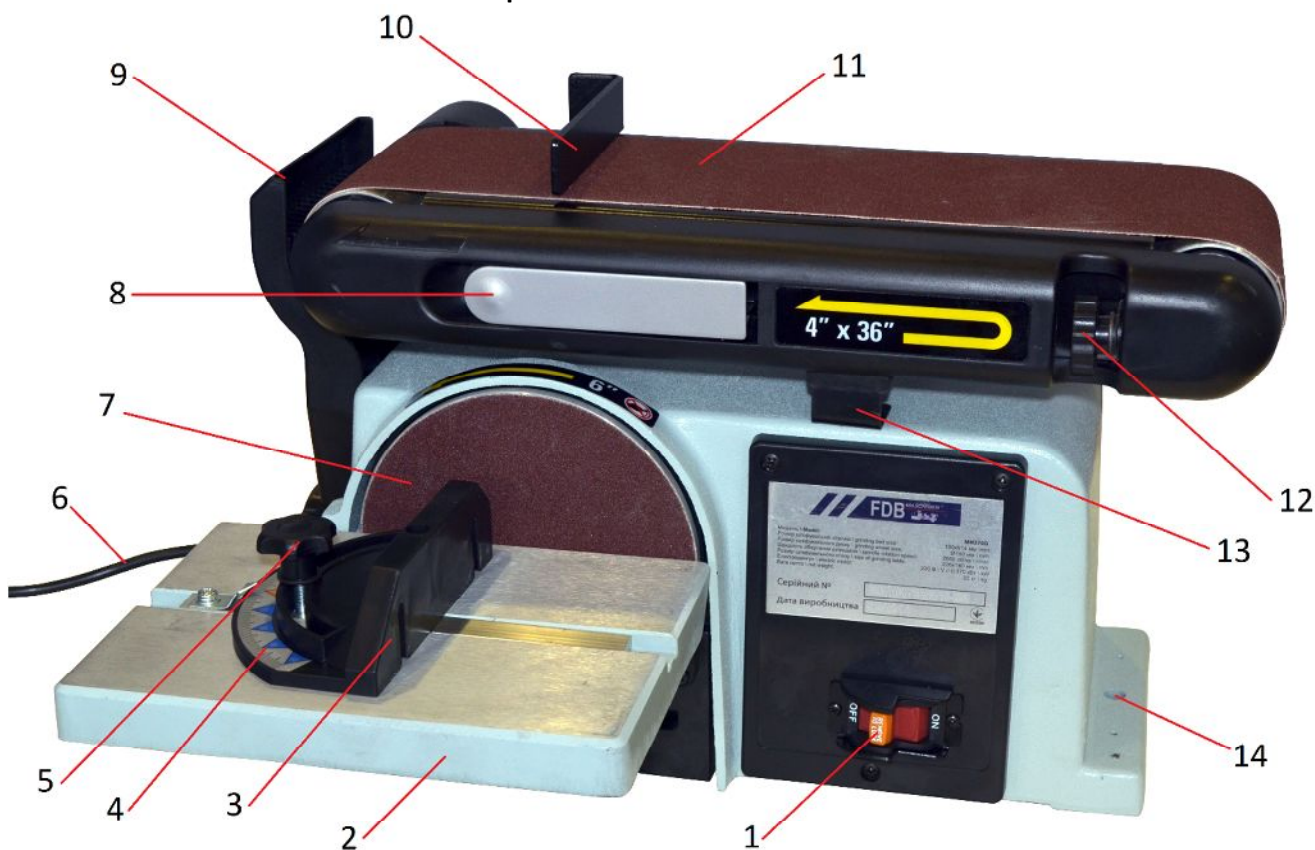

Рис. 1.1 Принципиальное устройство станка:
Станок поставляется в упаковке частично разобранным - со снятыми упором (поз. 10 рис. 1.1), столом (поз. 2 рис. 1.1) шлифовального круга, угловым упором (поз. 3 рис. 1.1) стола шлифовального круга.
- стол (поз. 2 рис. 1.1) шлифовального круга;
- установите на стол шлифовального круга и закрепите на нём угловой упор (поз. 3 рис. 1.1).
Перед подсоединением станка к электрической сети переведите переключатель (поз. 1 рис. 1.1) в выключенное положение «OFF».
Включение станка выполнением перевода переключателя (поз. 1 рис. 1.1) во включённое положение «ON».
4. Переведите переключатель (поз. 1 рис. 1.1) в выключенное положение «OFF».
7. Переведите переключатель (поз. 1 рис. 1.1) во включённое положение «ON».
При выявлении нехарактерных для станка шумов, скрежета, запаха гари немедленно переведите переключатель (поз. 1 рис. 1.1) в выключенное положение «OFF» и отсоедините станок от электрической сети.
При шлифовании заготовки шлифовальной лентой (поз. 11 рис. 1.1) всегда располагайте заготовку плотно к упору (поз. 10 рис. 1.1).
При шлифовании заготовки шлифовальным кругом (поз. 7 рис. 1.1) всегда располагайте заготовку на столе (поз. 2 рис. 1.1) с левой половины шлифовального круга.
- ослабьте натяжение шлифовальной ленты – откройте рычаг (поз. 8 рис. 1.1) натяжения шлифовальной ленты;
- натяните шлифовальную ленту – закройте рычаг (поз. 8 рис. 1.1) натяжения шлифовальной ленты.
Для смены шлифовального круга (поз. 7 рис. 1.1) снимите стол (поз. 2 рис. 1.1), замените шлифовальный круг на диске (отклейте круг, очистите поверхность диска, наклейте круг) и установите стол (поз. 7 рис. 1.1).